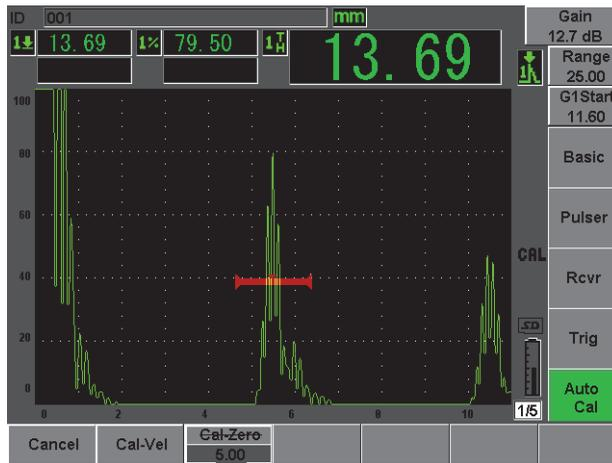

Figura 2-15 Inicio de la puerta 1
11. Utilice la función **AUTO XX%** para que el eco alcance el 80% de la altura de la pantalla (véase la Figura 2-15 en la página 46).